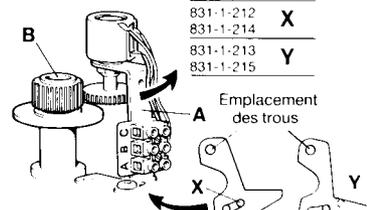

Fig.8
6. Prendre soin de ne plus bouger ce potentiomètre faire pivoter le console 'A' dans le sens anti-horaire dans la direction de la roue dentée du moteur 'B', jusqu'à engager les roues dentées (fig.8).